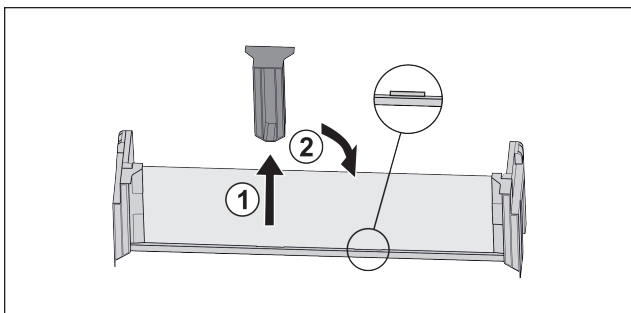

Fig. 90
- ▶ Витягнути середню деталь для підтримки Fig. 90 (1).
- ▶ Вставити середню деталь для підтримки на друге положення Fig. 90 (2).